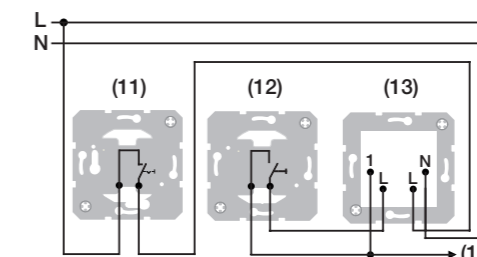
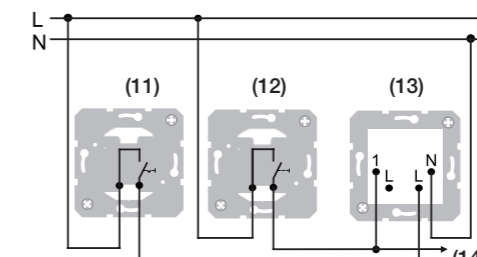

Bild 4: Anschlussbeispiel Farbumschaltung über Außenleiter, geschleift
Bild 5: Anschlussbeispiel Farbumschaltung über Außenleiter, nicht geschleift
Die folgenden Beispielschaltungen zeigen zwei Möglichkeiten das LED-Orientierungslicht anzuschließen. Im Anschlussbeispiel (Bild 4) wird der Neutralleiter auf den Steuereingang „1“ getastet um die Farbumschaltung zu realisieren. Im Anschlussbeispiel (Bild 5) wird der Außenleiter auf den Steuereingang „1“ getastet.
- (11) Aus-/Wechselschalter
- (12) Taster
- (13) Einsatz LED-Signallicht, RGB
- (14) Anschlussmöglichkeit weiterer LED-Signallichter, RGB
- LED-Signallicht, RGB nach Anschlussbeispiel (Bild 4) oder (Bild 5) anschließen.
- Bei Bedarf weitere LED-Signallichter, RGB über (14) anschließen.
- Einsatz (13) in eine Gerätedose montieren. Die Anschlussklemmen müssen unten liegen.